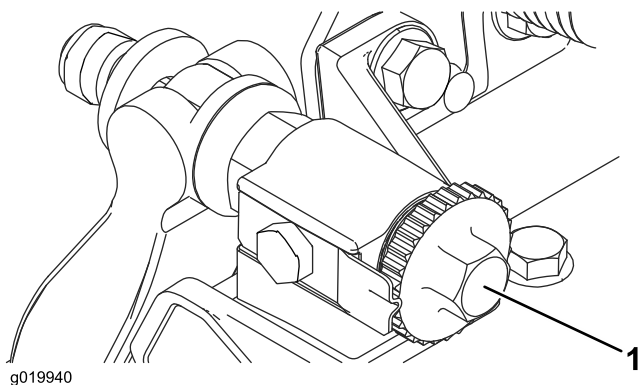

Figura 16
1. Coloque a unidade de corte numa superfície de trabalho plana e nivelada. Rode os parafusos de ajuste da barra de apoio no sentido contrário ao dos ponteiros do relógio para assegurar que a barra de apoio não entra em contacto com o cilindro (Figura 16).